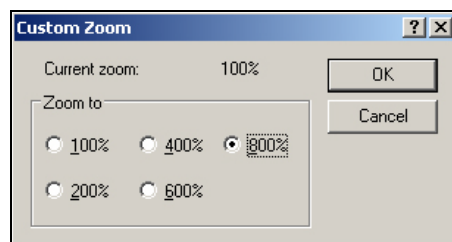

Abbildung 5-57: Custom Zoom (Benutzerdefiniert Vergrößerung)
- 2 Navigieren Sie zu *View (Ansicht) > Zoom (Vergrößerung) > Custom (Benutzerdefiniert)*. Das Dialogfeld *Custom Zoom (Benutzerdefinierte Vergrößerung)* (siehe Abbildung 5-57 auf Seite 5-68) erscheint.